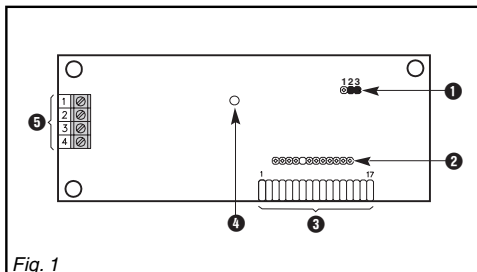
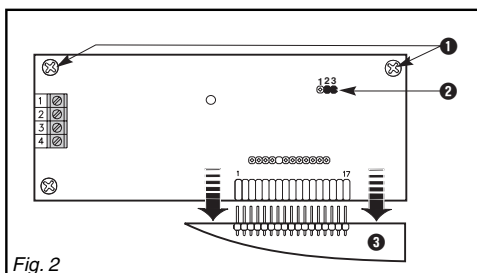
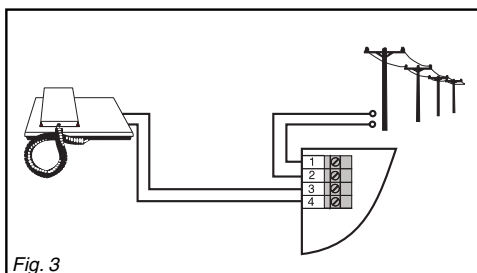

Fig. 1
Fig. 2
Fig. 3
3.1 Composants du produit (fig. 1)
- ① Cavalier de configuration.
- ② Connecteur d'extensions.
- ③ Connecteur de raccordement avec la carte mère.
- ④ LED, allumée lors de la transmission téléphonique.
- ⑤ Bornier téléphonique.
3.2 Montage (fig. 2)
- 2 - Mettre le module SML 51 en place ③.
- 3 - Fixer la carte avec les vis ①.
- 4 - Mettre le cavalier (s'il est présent) sur la position 2-3 ②.
4. Câblage (fig.3)
Les raccordements sont représentés dans la figure 3.
⚠ Déclaration du niveau de sécurité (fig. 1)